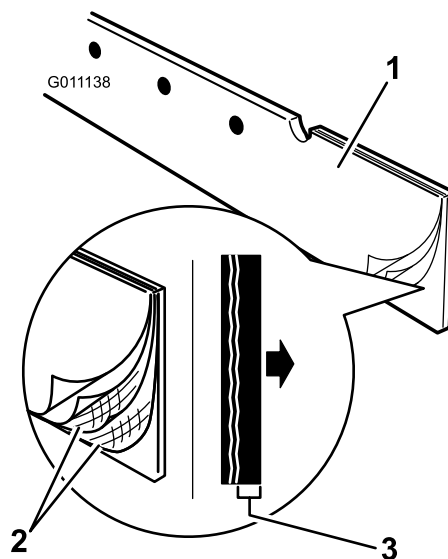

Figure 5
6. Placez le racloir de sorte que le bord en caoutchouc soit à l'avant et la partie renforcée à la fibre de verre soit à l'arrière (Figure 5).